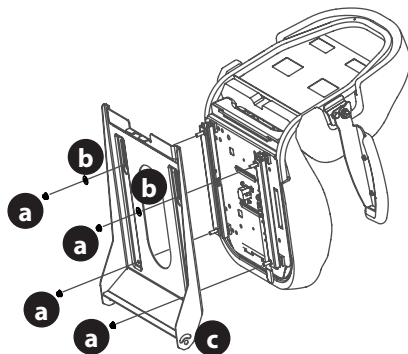

Figure 4
- Pour un siège se réglant au moyen d'un levier : utilisez des écrous de blocage de bride (a) et des rondelles plates (b) (Figure 4).